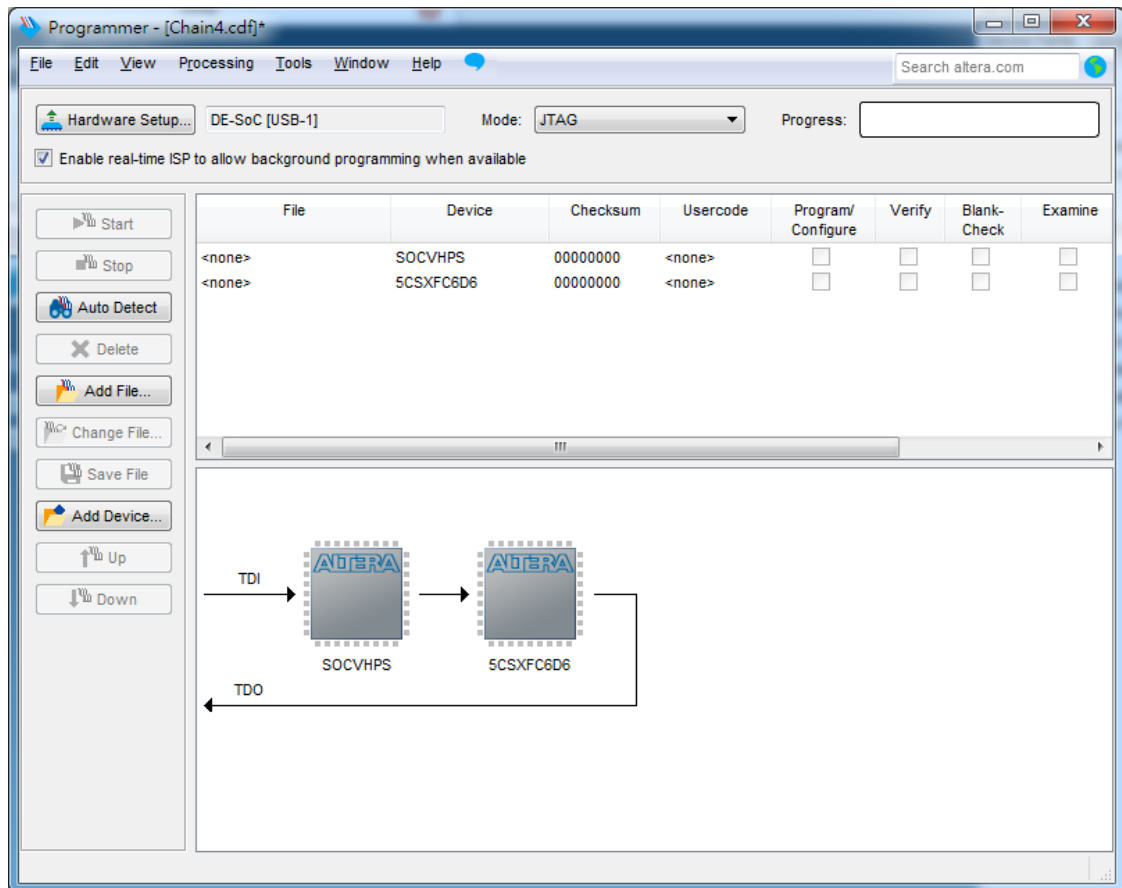

图 3-5 检测到 FPGA 和 HPS
3. 如图 3-5 所示，FPGA 和 HPS 都被检测到。